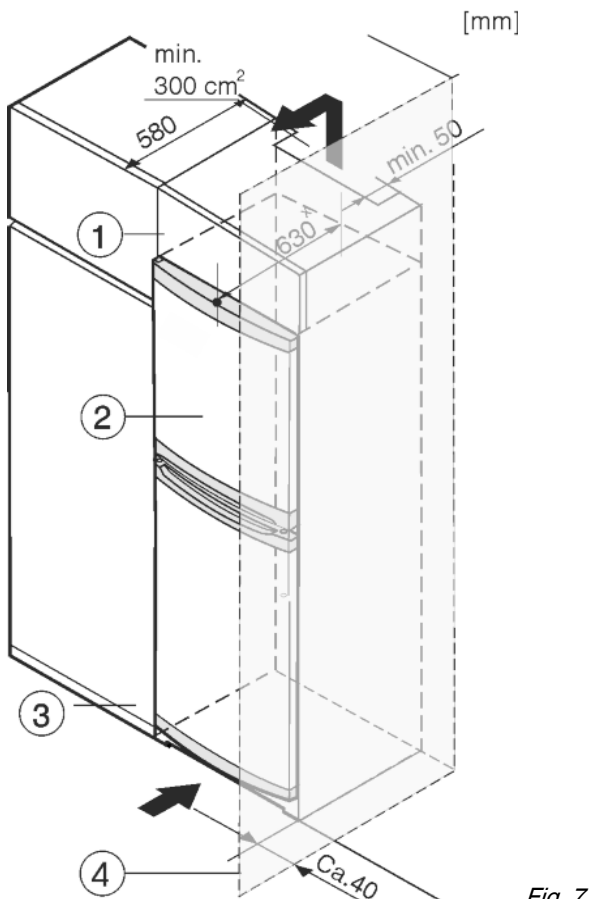

Fig. 7
Устройство может быть окружено кухонными шкафами. Чтобы уравнивать устройство Fig. 7 (2) по высоте с кухонной стенкой, можно установить над устройством дополнительный шкафчик Fig. 7 (1).
При комбинировании с кухонными шкафами (глубина макс. 580 мм) устройство можно установить непосредственно рядом с кухонным шкафом Fig. 7 (3). Устройство выступает сбоку на 34 ммx и по центру на 50 ммx относительно передней стенки кухонного шкафа.
Если устройство установлено на шарнирах у стены Fig. 7 (4), то расстояние между устройством и стеной должно быть не менее 40 мм. Настолько выступает ручка при открытой дверце.